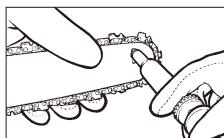

Fig. 20
3. Hvis du bruger en smørepistol (tilbehør), skal du indsætte næsetippen ind i smørehullet, og sprojt fedtet ind indtil det kommer ud på yderkanten af tandhjulsspidserne (Fig. 20).